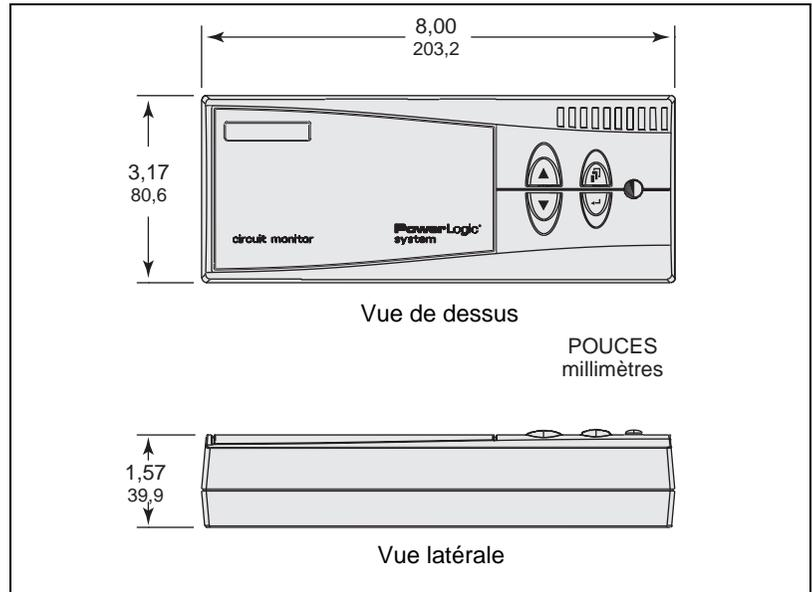

Figure 4-7 : Dimensions de l'afficheur
- Montez l'afficheur en position droite et horizontale, comme illustré dans la vue de dessus à la Figure 4-7.